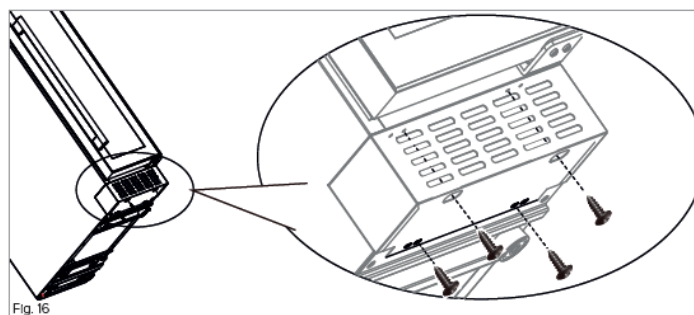

Fig. 16
6. Stel de basis voor en zorg ervoor dat deze in dezelfde richting staat als Fig. 16. Steek vervolgens met een schroevendraaier (magnetische punt) twee van de zwarte bevestigingsschroeven in de ovale toegangsgaten (weergegeven in Fig. 16) en draai ze vast.
7. Installeer een schroef (met een zwarte punt) in elk van de twee onderste gaten (zie Fig. 16). Met deze schroef wordt de basis onder de wijnkoeler bevestigd.